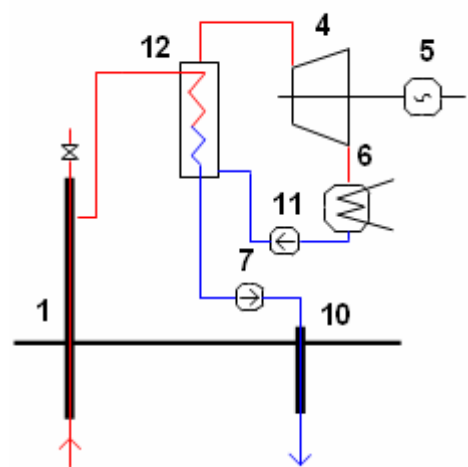

Figura 5.9
- cu generator de abur și circuit de lucru închis, figura 5.9.